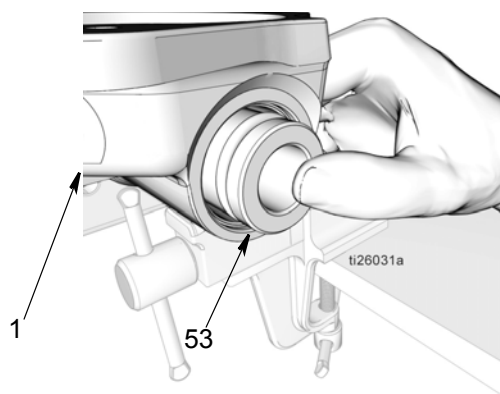

FIG. 43
- d. Appuyer avec les pouces pour introduire le manchon (53) dans la base de la pompe (1). Ensuite, à l'aide d'une tige tendre, enfoncer le manchon aussi loin que possible (FIG. 43).
**REMARQUE :** Attention à ne pas rayer ou endommager le manchon et/ou le corps de la base de la pompe (1) en insérant le manchon dans la base de la pompe. Des surfaces rayées ou endommagées constitueront un chemin de fuite pour le liquide pendant le fonctionnement de la pompe et empêcheront le bon fonctionnement de la pompe.